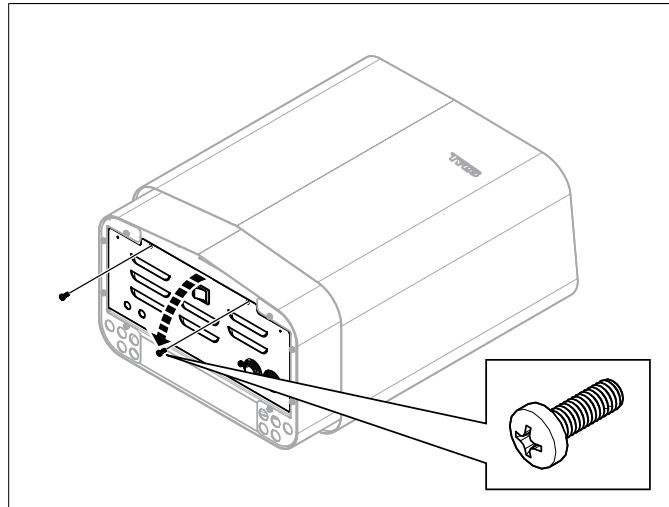

Рисунок 7: Откройте/закройте крышку
2. Ослабьте винты и откройте крышку (см. *Рисунок 7*, страница 4).
7. Закройте крышку и закрутите винты (см. *Рисунок 7*, страница 4).